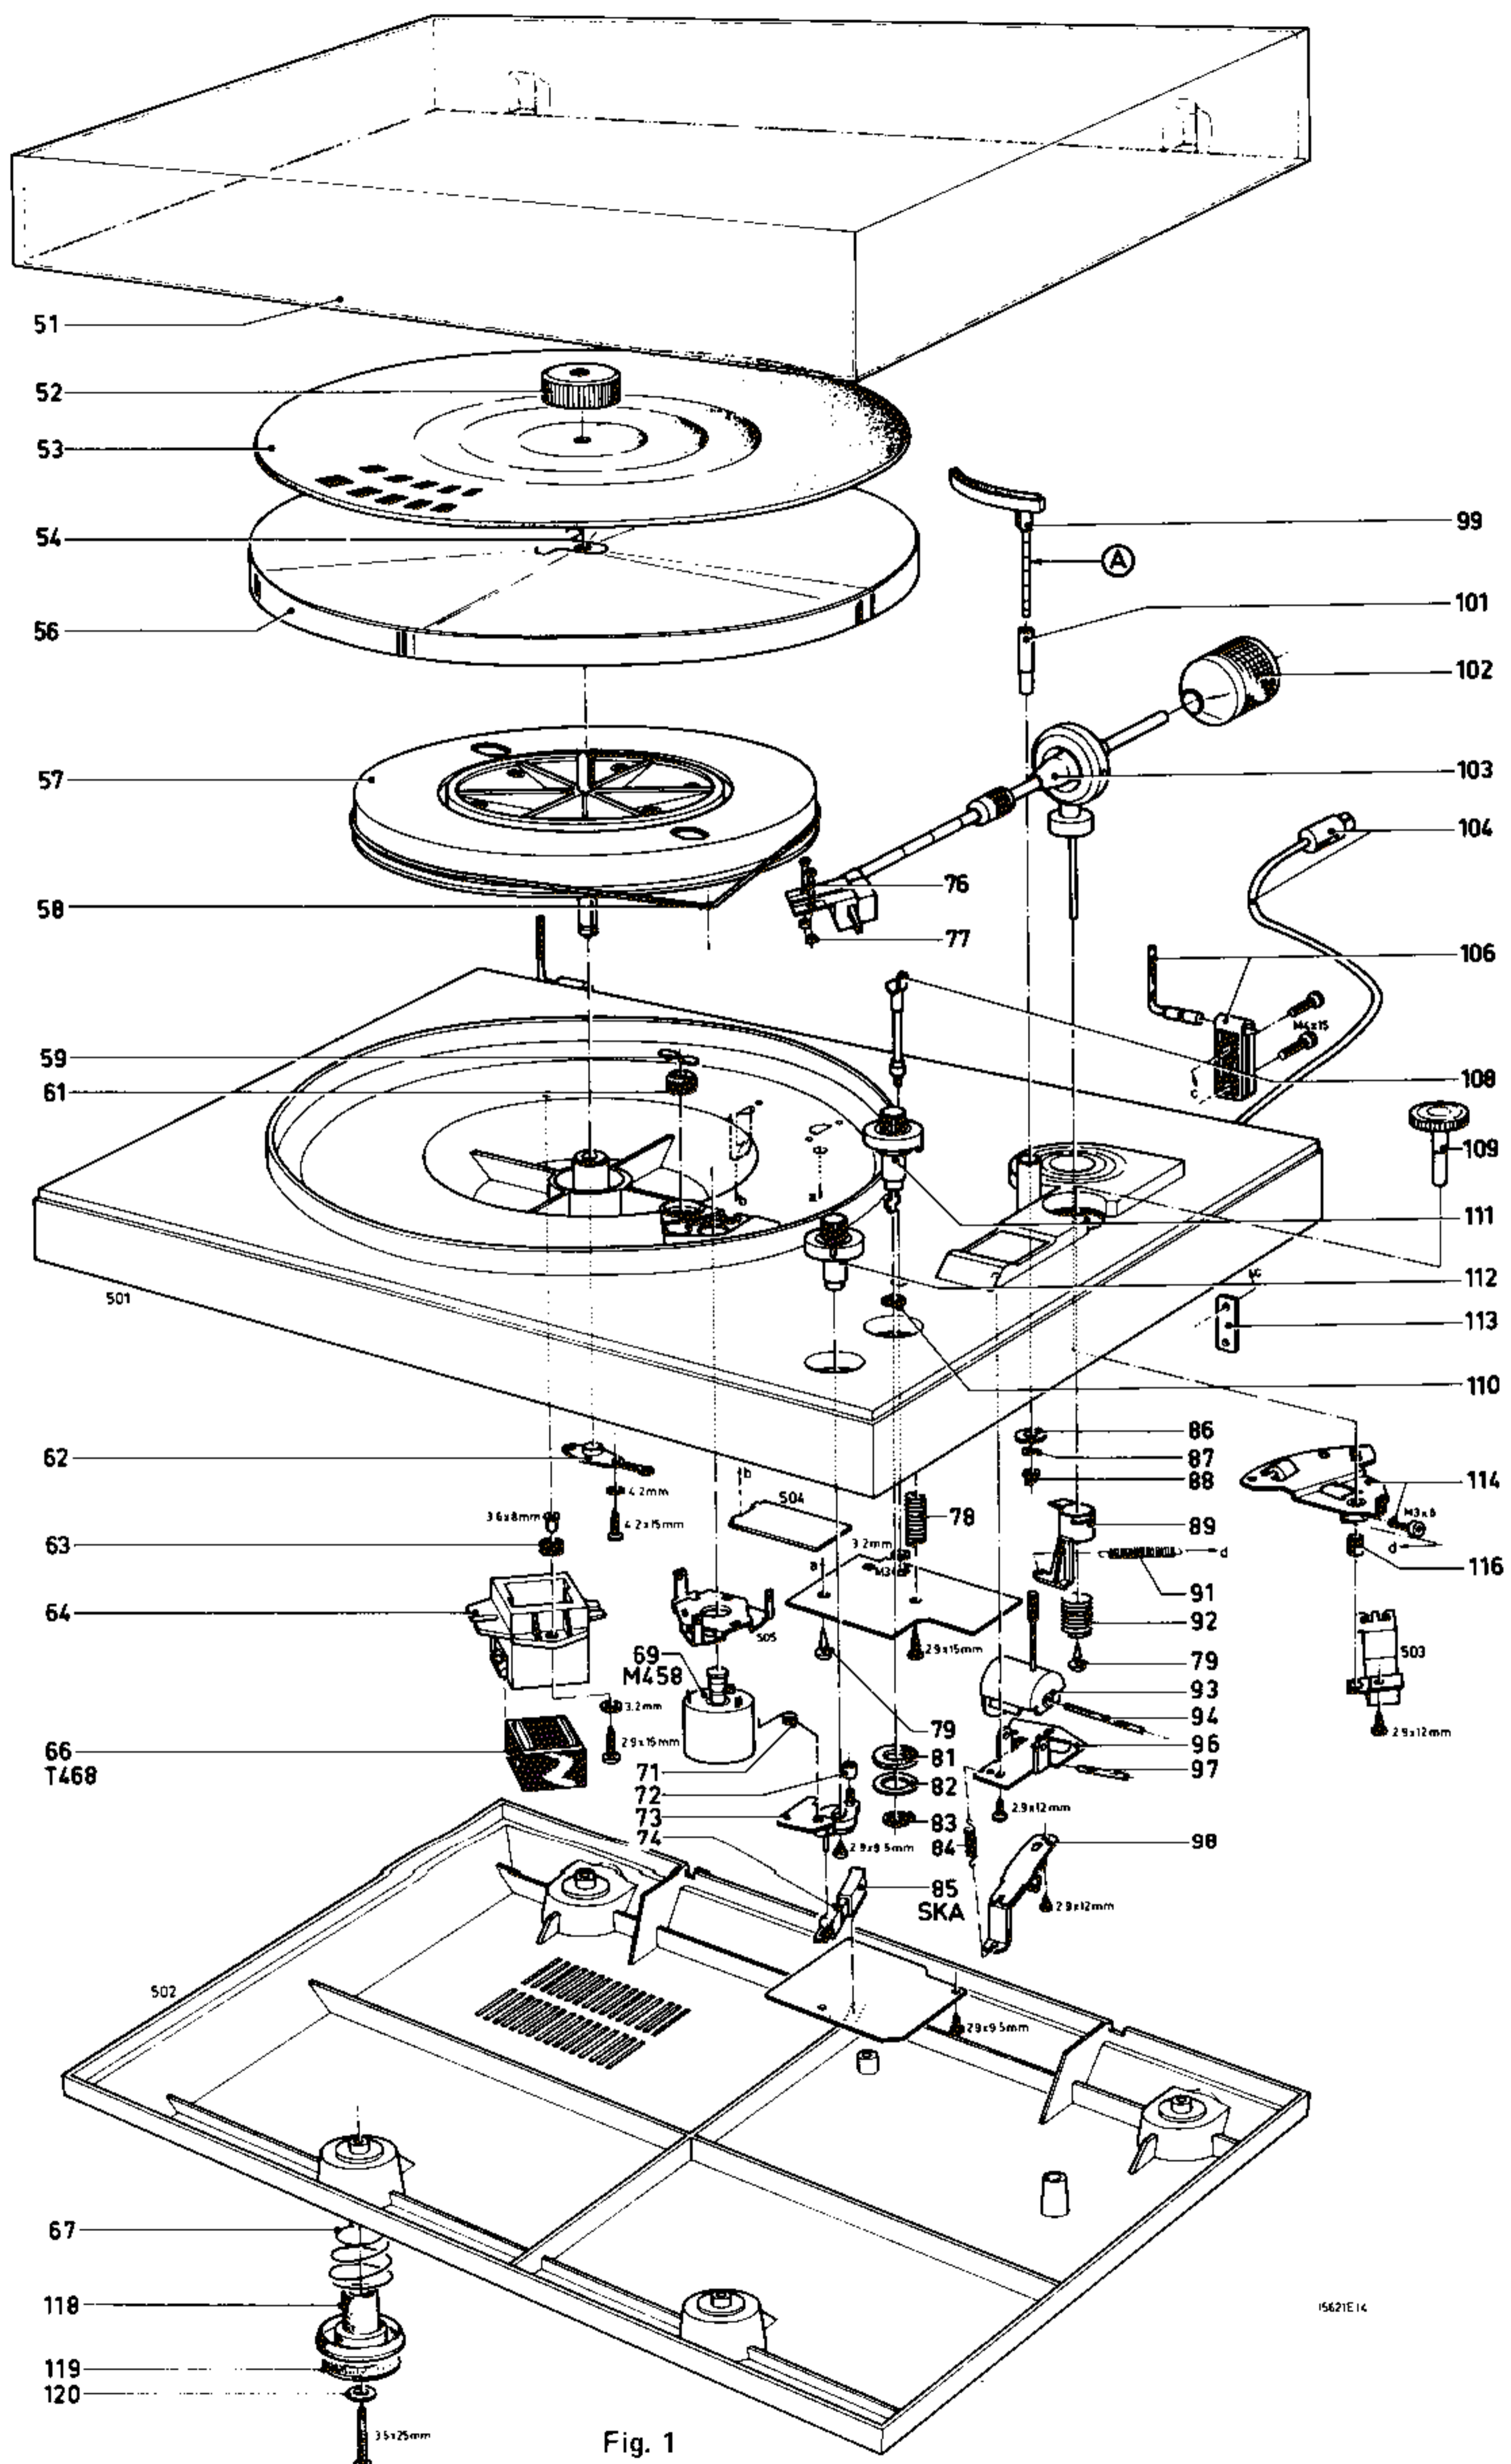

Fig. 1
- A. Place PU-arm 103 into PU-arm support 108 (Fig. 1)
- A. Lift PU-arm 103 from PU-arm support 108 (Fig. 1).
**4. Adjusting the speeds (Figs. 1,8,9)**
- A. Plaats de PU arm 103 in de PU armsteun 108 (Fig. 1).
- A. Neem de PU arm 103 van de PU armsteun 108 (Fig. 1).
### 4. Instelling snelheden (Figs. 1,8,9)
- A. Placer le bras de lecture 103 dans le support 108 (Fig. 1).
- A. Décrocher le bras de lecture de son support 108 (Fig. 1).
### 4. Réglage des vitesses (Fig. 1, 8, 9)
- A. Tonarm 103 in Tonarmstütze 108 setzen (Fig. 1)